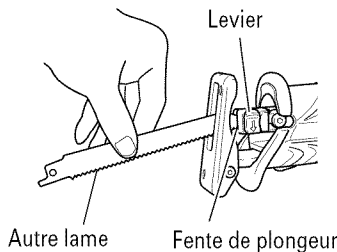

Fig. 8
- (1) Si la section cassée de la lame sort de la petite fente du plongeur, tirer sur la section cassée pour sortir la lame.
- (2) Si la section cassée de la lame est dissimulée à l'intérieur de la petite fente du plongeur, accrocher la lame à l'aide de l'extrémité d'une autre lame et la sortir. (Fig. 8)